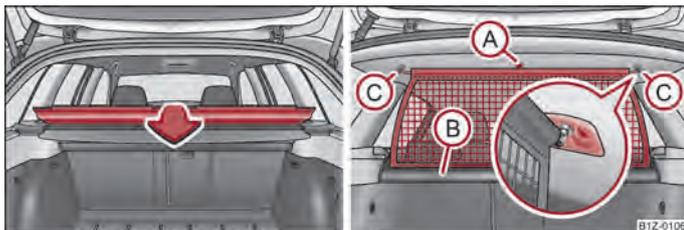

Fig. 63 Rebater a cobertura do compartimento de arrumação / estender a rede divisória da zona de bagagem
- Rebata a cobertura do compartimento de arrumação atrás dos bancos traseiros ⇒ Fig. 63 - à esquerda.
- Segure a lingueta (A) e puxe a rede divisória da zona de bagagem para fora da caixa (B), no sentido dos suportes (C).
- Coloque a barra transversal numa das tomadas (C) e carregue na barra transversal para a frente.
- Do mesmo modo fixar a barra transversal no outro lado do veículo, tomada (C).
- Dobre a cobertura do compartimento de arrumações por trás do assento traseiro ⇒ Fig. 63.
- Puxe a barra transversal, primeiro de um lado e depois do outro, um pouco para trás e retire-a dos encaixes (C).
- **Segure** a barra transversal de modo que a rede divisória da zona de bagagem se enrolle cuidadosamente para dentro da caixa (B), sem se danificar.